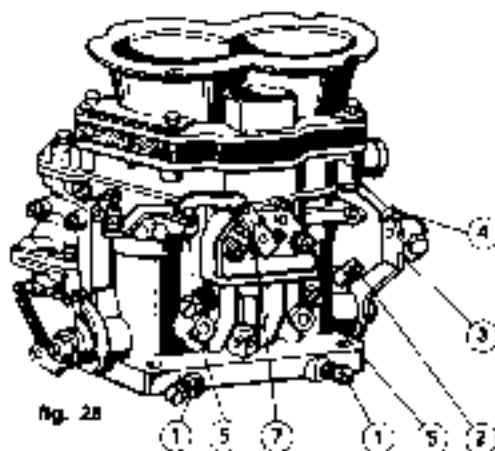

fig. 28
- 4 - Svitare la vite registro farfalla (2, fig. 28), sverilarla fino a leggero contatto con la leva ed avvitare ancora di un giro.
- 5 - Allentare il controdado della vite registro aria (5, fig. 28) ed avvitare a fondo, senza forzare, lasciando poi lento il controdado.
- 6 - Avvitare a fondo la vite miscela minima (1, fig. 28), senza forzare, quindi sverilarla di un giro e mezzo.
- 4 - Desserrer la vis de réglage papillons (2, fig. 28), la revisser jusqu'à ce qu'il ait un léger contact avec la levier et donner un autre tour de vis.
- 5 - Desserrer le contre-écrou de la vis de réglage air (5, fig. 28) et visser à fond, sans forcer, en laissant le contre-écrou un peu lâche.
- 6 - Visser à fond la vis mélange ralenti (1, fig. 28), sans forcer; la dévisser ensuite d'un tour et demi.
- 4 - Unscrew throttle adjusting screw (2, fig. 28), screw it again till it comes slightly into contact with lever and screw it one turn more.
- 5 - Slacken the counter nut of air adjusting screw (5, fig. 28) and screw thoroughly leaving unfasted the counter-nut.
- 6 - Screw thoroughly idling fuel mixture screw (1, fig. 28) without tightening, then unscrew 1 1/2 turn.
a - Se i valori di depressione nei due condotti di un carburatore sono uguali, allacciare i contro-dadi della vite (5, fig. 28); in caso contrario svitare la vite di regolazione dell'aria di compensazione (5) corrispondente al cilindro il cui valore di depressione risulta più basso, fino a raggiungere lo stesso valore del cilindro corrispondente all'altro condotto del medesimo carburatore. Bloccare poi i contro-dadi.
b - Equilibrare la depressione fra i tre carburatori agendo sulla vite (2, fig. 28).
c - Agire sulla vite regolatore miscela minimo (1, fig. 28) fino ad ottenere, cilindro per cilindro, la dose ottimale del litro di miscela. Nell'eventualità che, effettuate le operazioni (b, c), venisse alterata l'equilibratura fra i carburatori, è necessario ripetere le operazioni (a, b).
a - Si les valeurs de dépression dans les deux conduits d'un carburateur sont égales, bloquer les contre-écrous de la vis (5, fig. 28); dans le cas contraire, desserrer la vis de réglage de l'air de compensation (5) correspondant au cylindre dont la valeur de dépression est la plus basse, jusqu'à atteindre la même valeur que celle du cylindre correspondant à l'autre conduit du même carburateur. Bloquer les contre-écrous.
b - Equilibrer la dépression entre les trois carburateurs en agissant sur la vis (2, fig. 28) (Le Synchro-Test doit donner la même chose sur chaque carburateur) de façon à ce que le régime du moteur soit environ 800 tours'.
c - Agir sur les vis de réglage mélange minimum (1, fig. 28) jusqu'à obtenir, cylindre par cylindre, le dosage optimal du litre du mélange.
a - If the vacuum values in the two ducts of a carburetor are equal lock the counter nuts of screw (5, fig. 28); otherwise slacken air adjustment screw (5) corresponding to the cylinder where vacuum values is lower up to "achment same value of the other cylinder then lock the counter nuts.
b - Adjust equally vacuum among the three carburetors by acting on screw (2, fig. 28); the synchro-test should report the same value with engine running at 800 r.p.m.
c - Operate on idle mixture adjusting screws (1, fig. 28) until the optimum mixture strength has been obtained for each cylinder.
a - Se le depressioni nei due condotti di un carburatore sono uguali, bloccare i controdadi della vite (5, fig. 28); in caso contrario svitare le vite (5) di regolazione dell'aria di compensazione corrispondente al cilindro il cui valore di depressione risulta più alto fino a raggiungere lo stesso valore del cilindro corrispondente all'altro condotto del medesimo carburatore. Bloccare poi i controdadi.
a - Si les valeurs de dépression dans les deux conduits d'un carburateur sont égales, bloquer les contre-écrous de la vis (5, fig. 28); dans le cas contraire, desserrer la vis de réglage de l'air de compensation (5) correspondant au cylindre dont le valeur de dépression est la plus élevée, jusqu'à atteindre la même valeur que celle du cylindre correspondant à l'autre conduit du même carburateur. Bloquer les contre-écrous.
a - If vacuum in the two ducts of a carburetor are equal, lock the counter nut of screw (5, fig. 28); otherwise unscrew the air adjusting screw (5) corresponding to the cylinder where the vacuum value is higher, in order to reach the same value of the cylinder corresponding to the other duct of the same carburetor. Lock the counter nuts.
b - Operando con una sola serie di vuotometri equilibrare la depressione fra i tre carburatori agendo sulla vite (2, fig. 28) (i tre vuotometri devono indicare lo stesso valore) in modo che il regime del motore sia di circa 800 g'.
c - Agire sulle viti registro miscela minimo (1, fig. 28) fino ad ottenere, cilindro per cilindro, l'ottima dosatura del titolo della miscela. Nell'eventualità che, effettuata le operazioni (b, c), venisse alterato l'equilibrio dei vuotometri, è necessario ripetere le operazioni (a, b).
e - Sostituire i raccordi dei vuotometri con i tappi filettati (A, fig. 28) e rimontare il filtro aria.
b - En opérant qu'avec une seule série de vuomètres équilibrer la dépression entre les trois carburateurs en agissant sur la vis (2, fig. 28) (les trois vuomètres doivent donner la même valeur) de façon à ce que le régime du moteur soit environ 800 tours'.
c - Agir sur les vis de réglage mélange minimum (1, fig. 28) jusqu'à obtenir, cylindre par cylindre, le dosage optimal du titre du mélange.
e - Remplacer les raccords des vuomètres par les bouchons filetés (A, fig. 28) et remonter la filtre à l'air.
b - By operating with only one set of vacuum-gauges, adjust the vacuum value among the three carburetors acting with screw (2, fig. 28) - (the three gauges must indicate the same value - to that the engine is running at 800 r.p.m. approx.
c - By acting with the idle adjustment screws (1, fig. 28) each cylinder, reach the optimum mixture strength. After operations (b, c) the tuning of the gauges is altered, it is necessary to repeat operations (a, b).
e - Replace the gauges pipes with the plugs (A, fig. 28) and remount the air filter.